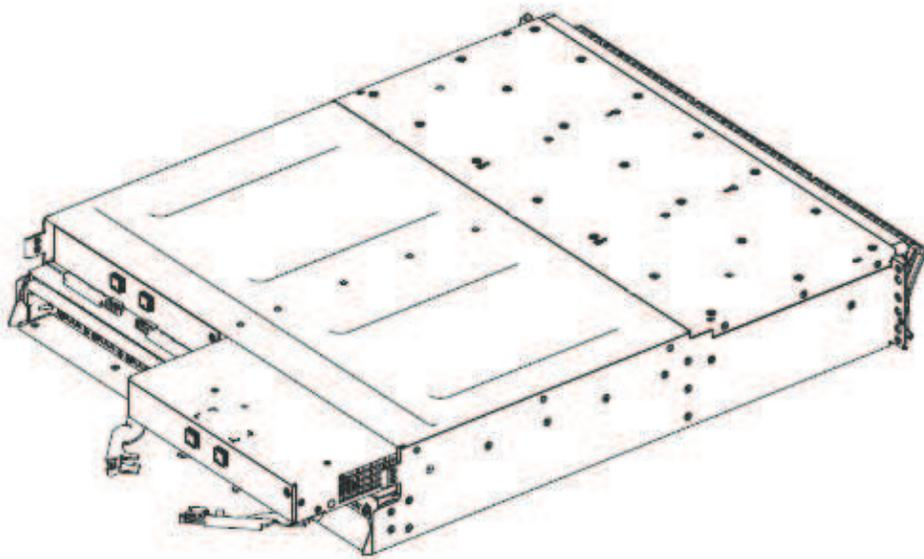

図 22. Storwize V7000 Gen2 拡張キャニスターの取り外しと交換
6. 176 ページの図 22 に示すように、2 つのリリース・レバーを開きます。キャニスターは、スロットから約 0.6 cm 引き出されます。